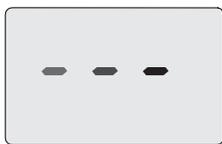
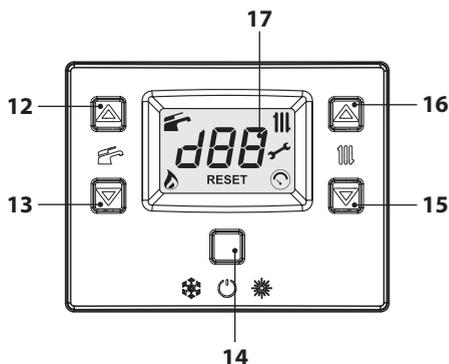

Figura 6.4
Figura 6.5
- Alimentare elettricamente la caldaia azionando l'interruttore bipolare previsto in installazione Il display LCD visualizza il simbolo  (i trattini vengono accesi in sequenza per simulare uno scorrimento) (Figura 6.4).
- Tenere premuto per 2 secondi il tasto 14 fino a far apparire sul display entrambe i simboli  e  Figura 6.5.
- Spegnerne la caldaia tenendo premuto per 2 secondi il tasto 14 (Figura 6.5) fino a far apparire sul display LCD il simbolo  (i trattini vengono accesi in sequenza per simulare uno scorrimento) (Figura 6.4).